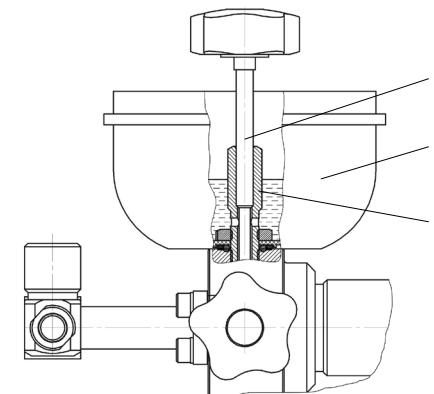

Рис. 3. Вид сбоку
6.4 Заверните иглу вентиля сброса давления 1 (Рис. 3) в резьбовую втулку 3 стакана 2 до упора, не прилагая больших усилий.
6.7 Вращением *штурвала* 9 по часовой стрелке переместите ходовой винт 11 до упора вперед, затем вращением против часовой стрелки переместите ходовой винт до упора назад. Прокачайте рабочую жидкость в системе до тех пор пока не прекратится появление пузырьков воздуха из отверстий *втулки* 3 (Рис. 3) стакана.